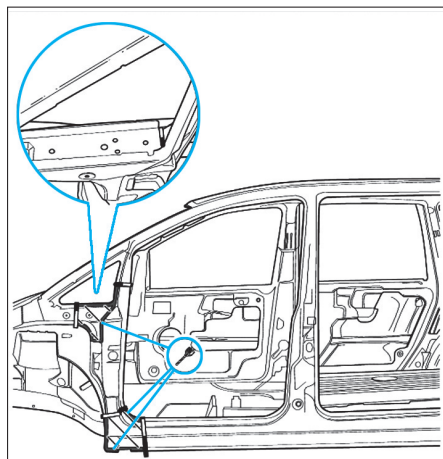

FIG. 16
• Les restes de mousse doivent être autant que possible éliminés par grattage avant les travaux de meulage (Fig.16).